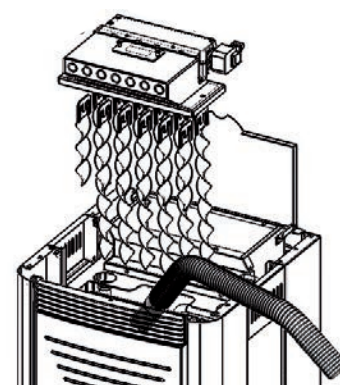

Fig. 11
- Sollevare il Kit Thermoventil, estrarre i turbolatori e rimuovere i residui all'interno della struttura; ( Fig. 11 )